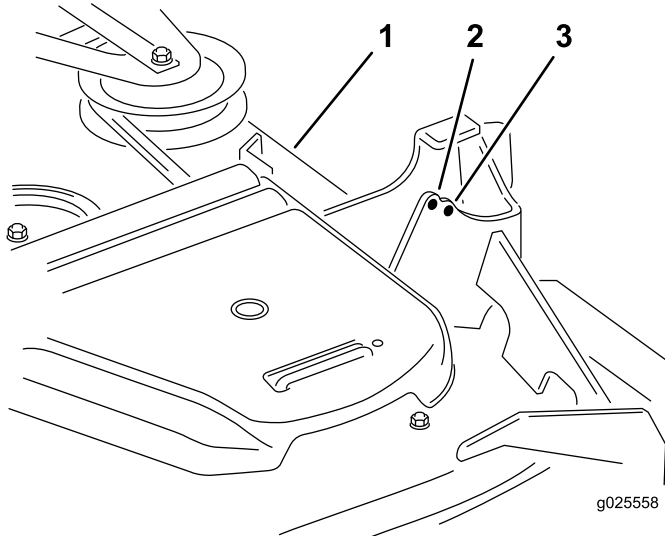

Figure 79
**Remarque:** Le plateau de coupe est fixé dans les trous avant en usine (Figure 79). Au besoin, utilisez les trous arrière pour ajuster encore le plateau de coupe lors de sa mise à niveau.